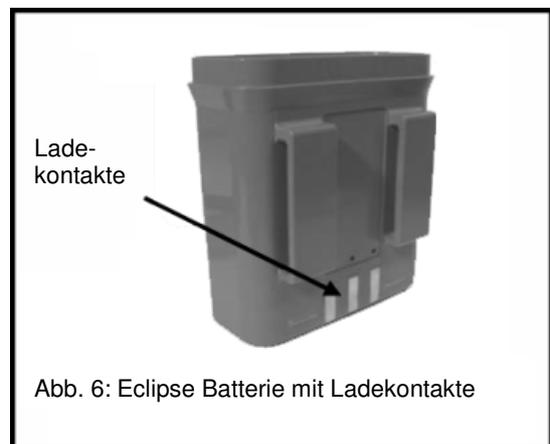

Abb. 6: Eclipse Batterie mit Ladekontakte
- 1) Reinigen Sie die Ladekontakte (siehe Abb. 6) mit einem weichen, trockenen Tuch.